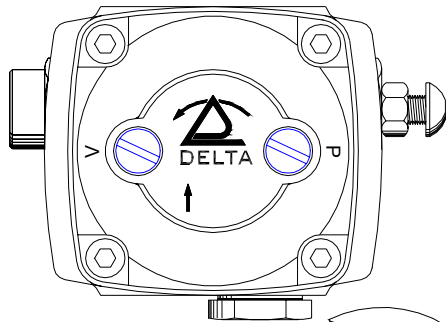

Fig. 1
- Entfernen Sie den 1/4" Stopfen vom Rücklaufanschluß mit einem 19 mm Gabelschlüssel (Fig. 1).
- Verschließen Sie den Rücklaufanschluß mit einem 1/4" Metallstopfen (Fig. 1).